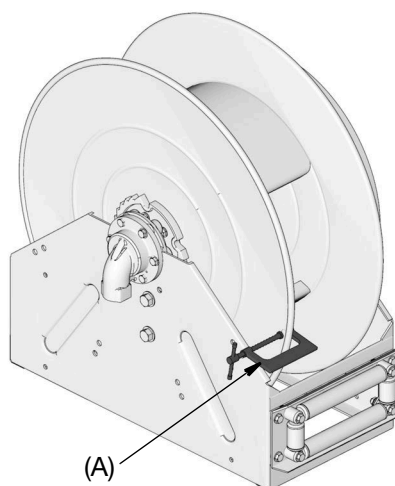

FIG. 17
3. Fissare un morsetto a C (A) al rocchetto della bobina come mostrato in FIG. 17 per evitare che la bobina si sblocchi accidentalmente e giri liberamente.